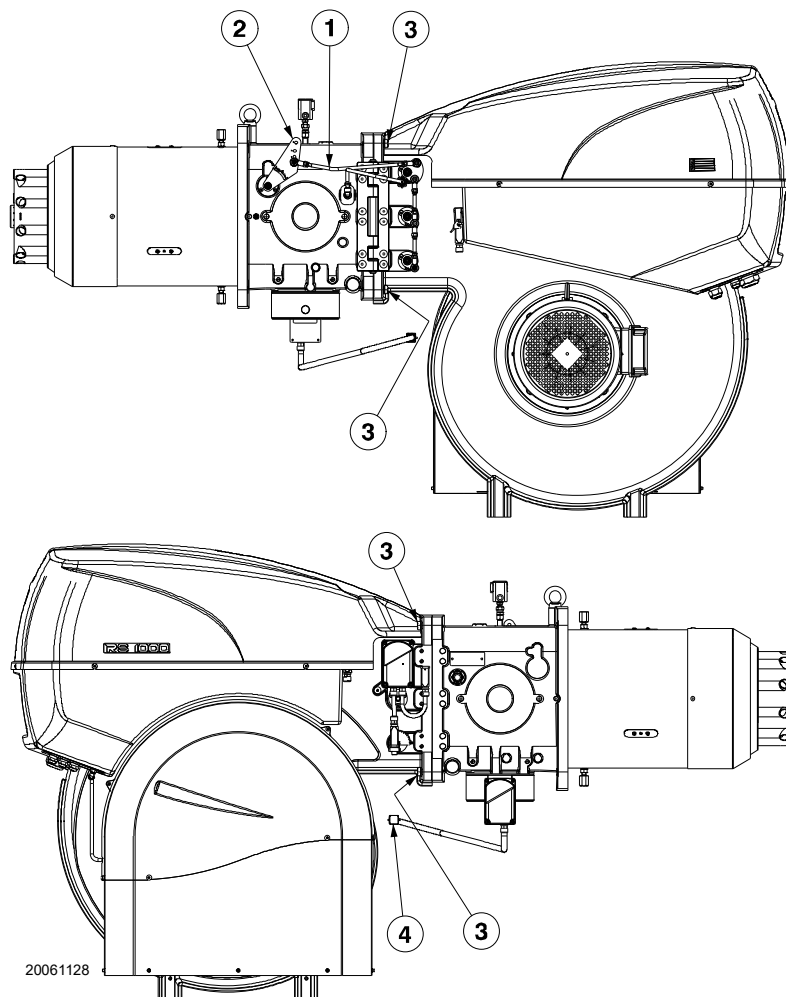

Abb. 32
- Den Zuganker 1)(Abb. 32) des Steuerhebels des Flammkopfs durch Lockern der Mutter 2) entfernen;